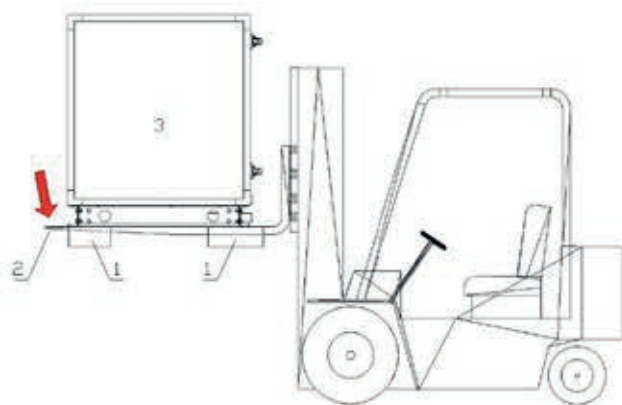

Рис. 5
- Вилочный погрузчик может воздействовать только на нижнюю раму центрального кондиционера. Вилы погрузчика должны выходить за пределы самой дальней части несущей рамы (см. рис. 5).